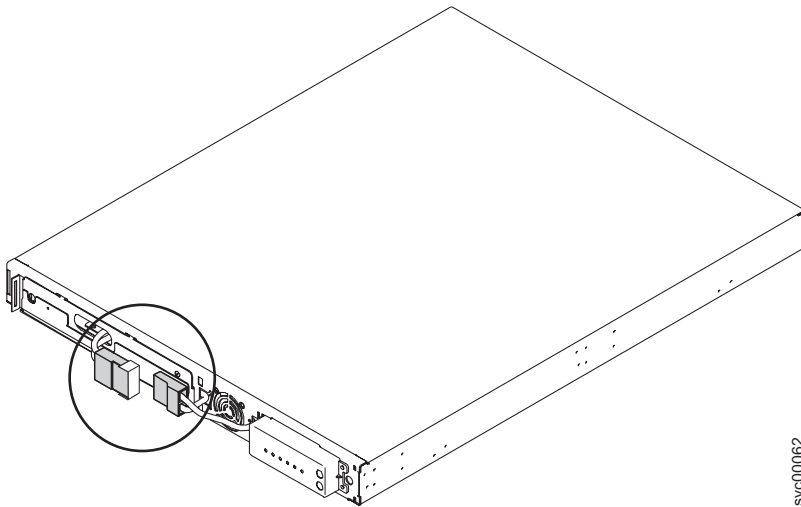

図 311. 保護テープ付きの 2145 UPS-1U 内部バッテリー・コネクター
7. 2 つのコネクタを引き離して、露出したバッテリー・コネクタ（360 ページの図 311 に示す）を粘着テープでカバーします。